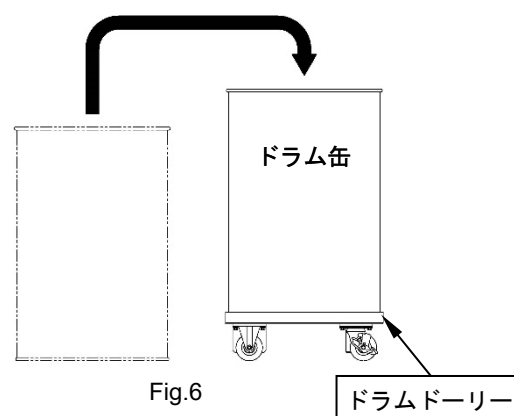

Fig.6
- 2) 市販のドラムポーターなどを使用して、ドラム缶をドラムドーリーに載せてください。（Fig.6）